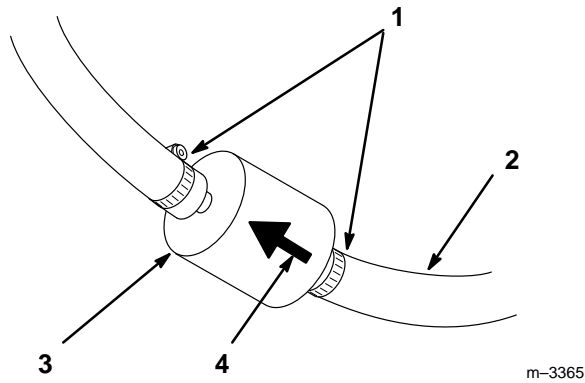

Figure 39
4. Pincer les extrémités des colliers et faire glisser ceux-ci pour les éloigner du filtre (Fig. 39).